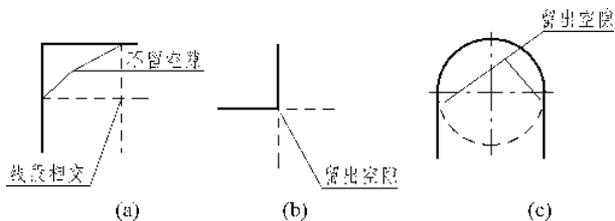

图 1-13 细虚线画法
② 虚线与虚线或与实线相交时，应以线段相交，不得留有空隙，如图 1-13(a)所示；虚线为粗实线的延长线时，不得以短画相接，应留有空隙，以表示两种图线的分界线，如图 1-13(b)所示；细虚线圆弧与粗实线相切时，细虚线圆弧应留出空隙，如图 1-13(c)所示。